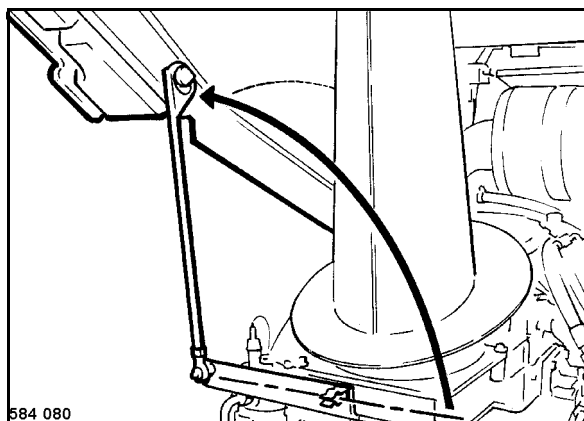

Fig. 57
- Sacar el apoyo de su fijación y apuntalar la cubierta (Fig. 57).